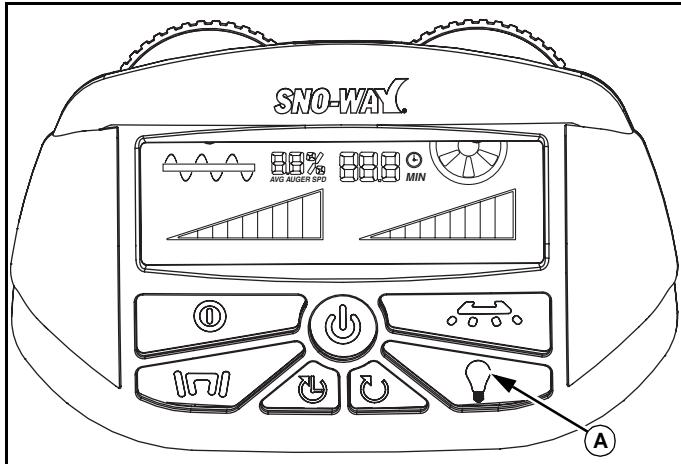

Abb. 1-14
Zur Bedienung der Leuchte drücken Sie die Zusatzleuchten-Taste (A), dann ändert sich das Tastenlicht von weiß auf grün. Die Leuchte kann nicht betrieben werden, wenn das Gerät im Pausen-Modus oder Run-Modus ist. Wenn die Leuchte im Automatik-Modus ist und die Steuerung läuft, dann kann die Leuchte durch Drücken der Taste ausgeschaltet werden. Das Tastenlicht wird beim Ausschalten weiß und wieder grün, wenn die Taste gedrückt wird. (Siehe Abb. 1-14.)